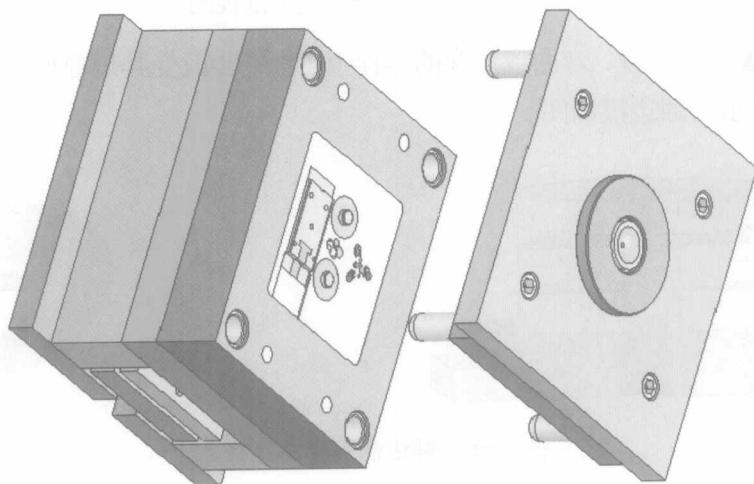

图 1-10 注塑模的结构形式
① 注塑模 将塑料放入注射机的专用加料腔内加热，在螺杆的推动下加压，使软化的塑料经过浇注系统挤入模具的型腔内，从而制成塑料制件。图 1-10 所示为注塑模的结构形式。